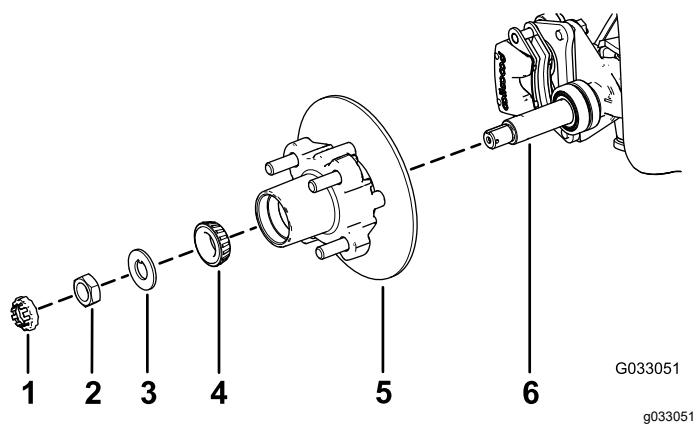

Bild 28
- Fetten Sie die Spindel leicht mit der angegebenen Fettsorte ein (Bild 28).
- Montieren Sie die Radnabe und den Drehzylinder an der Spindel mit dem Drehzylinder innen (Bild 28).
- Montieren Sie das Außenlager an der Spindel und setzen das Lager auf den äußeren Lagerring (Bild 28).
- Legen Sie die Nasenscheibe auf die Spindel (Bild 28).
- Schrauben Sie die Spindelmutter auf die Spindel und ziehen Sie die Mutter auf ein Drehmoment von 15 N·m an, während Sie die Radnabe drehen um das Lager zu fixieren (Bild 28).
- Fluchten Sie die Bremsbeläge mit jeder Seite des Drehzylinders (Bild 24) und die Löcher in der Bremsbackenhalterung mit den Löchern im Bremsenhalter des Spindelrahmens aus (Bild 28).